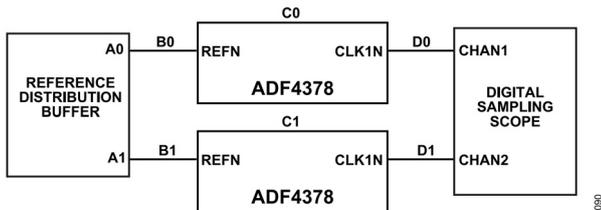
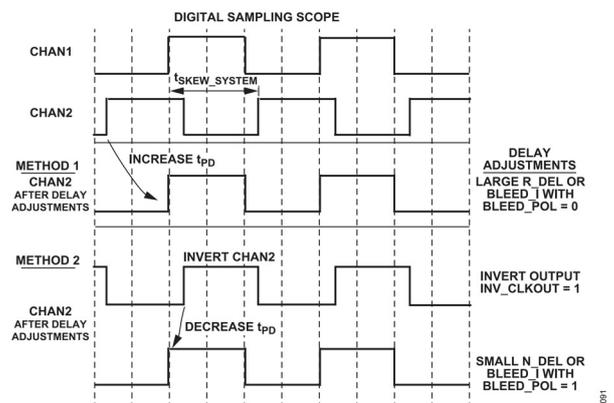

図 100. 総合的システム・スキュー
図 101. スキュー調整方法
ADF4378 デバイスの制御された t_{PD} により、システム全体のスキュー (t_{SKEW_SYSTEM}) の大部分は、配線パターンやケーブルでの伝搬遅延の不一致 (t_{SKEW_B} 、 t_{SKEW_D})、および他の部品のスキュー (t_{SKEW_A}) または計測器のスキュー (t_{MEAS_ERROR}) によるものと予測することが妥当です。図 100 と式 24 に、代表的なシステムにおいて可能性のある出力スキュー誤差の要因をいくつか示します。記事：数 GHz に対応する大規模なクロック・ツリーのスキューを抑えるでは、大規模なクロック・ツリーでの部品選択、基板設計、エンドユーザのコスト条件について、スキューに関するトレードオフの概要を説明しています。
図 45 および図 43 には、R_DEL、N_DEL、または BLEED_I ビット・フィールドのビット[9:0]の大きさが増加すると、L_{NORM} および L_{1/f} が一般的にわずかに増加するという傾向が示されています。L_{NORM} および L_{1/f} の増加は、クロック・ジッタの原因となります (図 12 および図 15 を参照)。そのため、ジッタの影響を受けやすいアプリケーションの多くでは、R_DEL、N_DEL、または BLEED_I ビット・フィールドのビット[9:0]の値の大きさを最小限に抑える方法を見出すことが必要です。例えば、図 100 のスキューを最小限に抑えるための調整方法を 2 つ、図 101 に示します。方法 1 では、表 39 に示したリファレンスから出力への遅延調整の 1 つのみを調整します。方法 1 によれば、R_DEL、N_DEL、または BLEED_I ビット・フィールドのビット[9:0]の最大調整量が、出力サイクルの半分、すなわち、 $1/(2 \times f_{OUT})$ になります。方法 2 では、R_DEL、N_DEL、または BLEED_I ビット・フィールドのビット[9:0]のいずれかの調整を行うと共に出力反転を用いることで、R_DEL、N_DEL、または BLEED_I ビット・フィールドのビット[9:0]の大きさを最小限に抑えます。方法 2 では、R_DEL、N_DEL、または BLEED_I ビット・フィールドのビット[9:0]の最大調整量は出力サイクルの 1/4、つまり、 $1/(4 \times f_{OUT})$ となり、方法 1 に比べ小さくなります。方法 2 については、表 41 に更に詳しく記載します。
5. 図 101 に示すように、方法 2 に従いその他の ADF4378 についてスキュー調整をプログラムします。